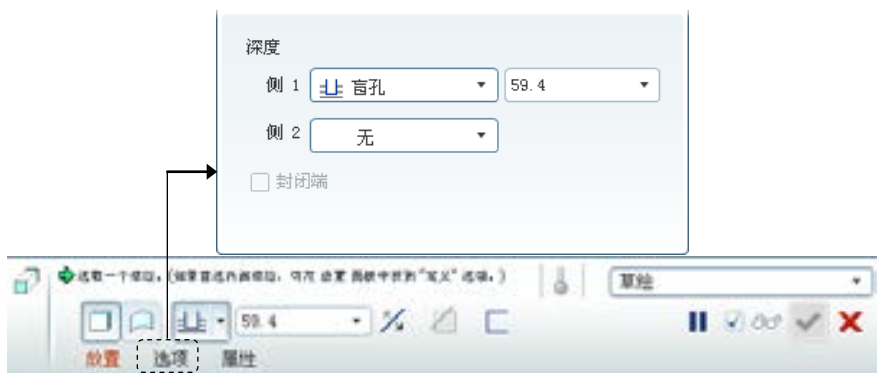

图 6.2.6 拉伸操控板
Step2. 选择 **插入(I)**  **拉伸(E)...** 命令，此时系统弹出图 6.2.6 所示的拉伸操控板。